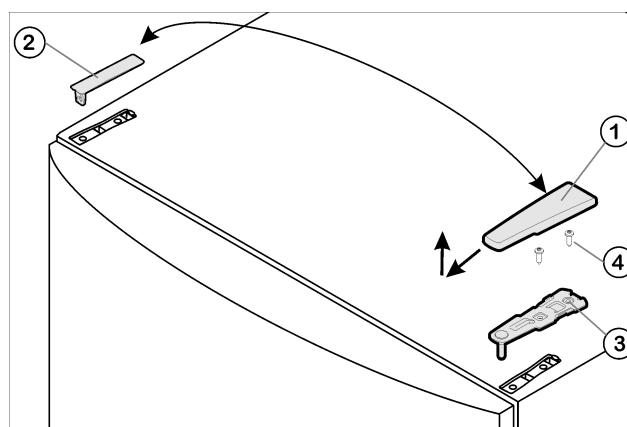

Fig. 5
- Retire hacia delante y hacia arriba la cubierta Fig. 5 (1).
- Desmonte la cubierta Fig. 5 (2).
- Desatornille el soporte de cojinete superior Fig. 5 (3)(2 Torx® 25) Fig. 5 (4) y extráigalo hacia arriba.
- Inserte el soporte de cojinete superior Fig. 5 (3) en el nuevo lado de la bisagra y en la puerta.
- Atornille el soporte de cojinete superior (**con 4 Nm**) para fijarlo (2 Torx® 25) Fig. 5 (4). Dado el caso, grabe los agujeros de tornillo o utilice un destornillador de batería.
- Coloque y encaje la cubierta Fig. 5 (1) y la cubierta Fig. 5 (2) desde fuera en el lado opuesto, respectivamente.